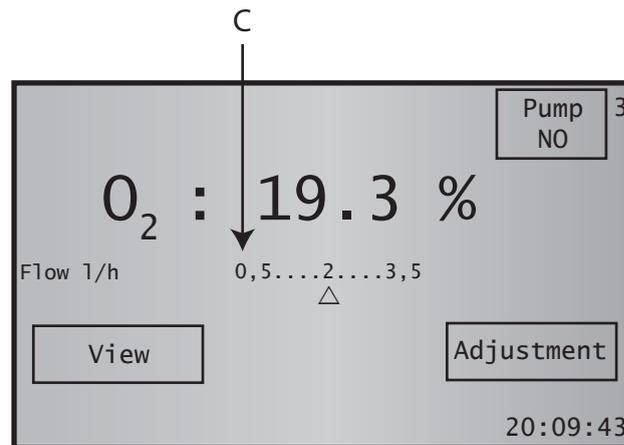

Abb. 26 *Einstellung des Probegasdurchflusses*
Falls es erforderlich sein sollte, kann der Durchfluss des Probegases zunächst grob mit dem Bypass-Ventil (B) und dann fein mit dem Durchflussventil (A) so justiert werden, um eine Fließrate von 2 ± 1 l/h (C) zu erhalten (s. Abb. 26).